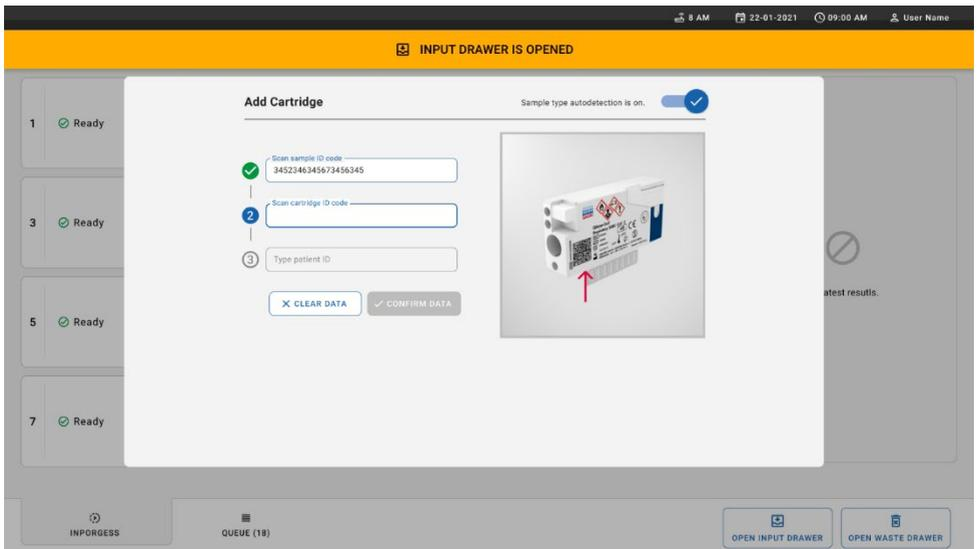
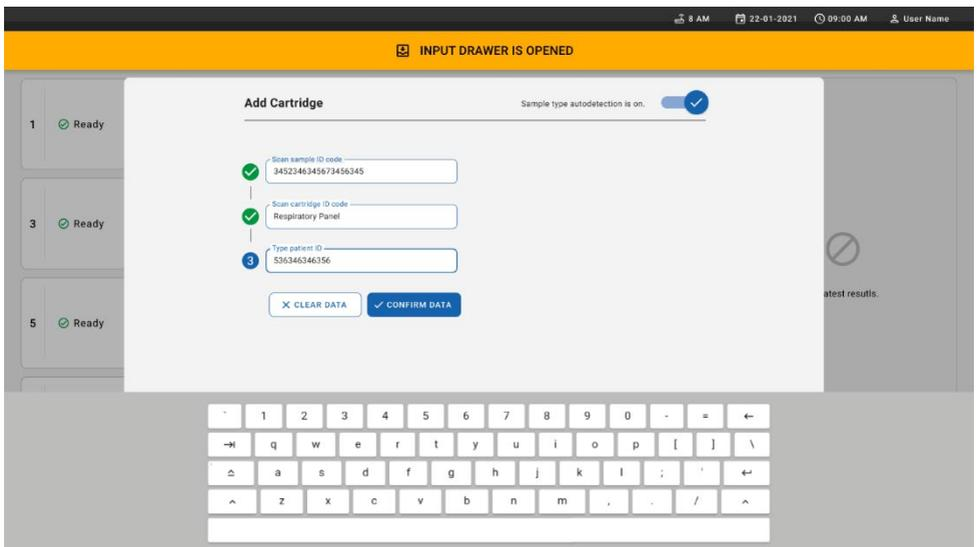

Abbildung 25. Eingeben der Patienten-ID.
Abbildung 26. Patienten-ID eingeben und dann den Datenbildschirm bestätigen.
10. Geben Sie die Patienten-ID ein („Patient ID“ [Patienten-ID] muss auf **on** [ein] gestellt sein) (Abbildung 25) und bestätigen Sie die Daten (Abbildung 26).